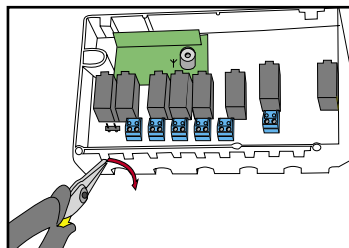

Fig. 3 Med en tang brækkes kanten forsigtigt af for kabelgennemføring.
7. Trækaflastning placeres (se fig. 3 og 4)